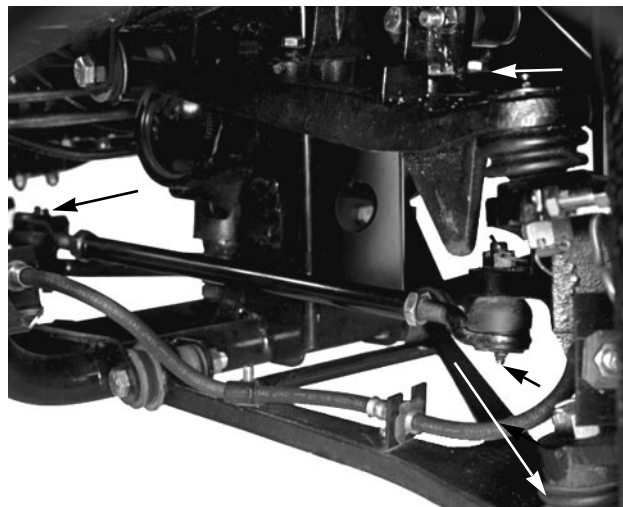

Figure 11
Position et nombre de points de graissage: extrémités de tirant (4) (Fig. 11), joints sphériques avant (4) (Fig. 11), arbres de roues arrière (6) (Fig. 12), arbre de direction (1) (Fig. 13), manchons de pivots avant (2) (Fig. 14) et pivots de pédale (4) (Fig. 15).